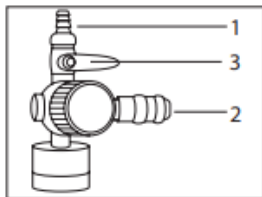

Рис. 4
9. Благодаря конструкции компрессора, Вы можете подключать одновременно два инструмента. На выходе из компрессора предусмотрены штуцера двух типов: «елочка» (Рис. 4, п. 1) и быстросъемный (Рис. 4, п. 2).
К инструменту, подключенному к быстросъемному штуцеру, воздух поступит автоматически. Для подачи давления к инструменту, подключенному к штуцеру типа «елочка», откройте шаровой кран (3) (Рис.4). Рабочее давление на выходе может изменяться непосредственно в процессе работы регулятором. Также можно отрегулировать расход воздуха отдельно только у инструмента, подключенного к штуцеру типа «елочка» посредством регулировки положения крана (3) (Рис.4).
соотношению проходных сечений инструментов или выходных штуцеров в случае регулирования расхода воздуха краном, т.е. при увеличении расхода воздуха через штуцер (1) (Рис.4) будет уменьшаться расход воздуха через штуцер (2) (Рис.4), и наоборот.
- к штуцеру типа «елочка» – закройте кран (3) (Рис.4), ослабьте хомут (если установлен), смените шланги инструмента, снова затяните хомут и откройте кран, установив необходимый расход воздуха;
3. Снизьте давление до 1 бар, открыв штуцер «елочка» (1) (Рис.4).